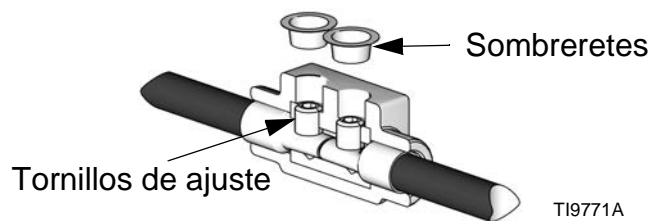

FIG. 11
NOTA: Cuando estén apretados con 6,78 N•m (60 pulg-lb), los tornillos de fijación estarán aproximadamente a ras con el conector. Vea la FIG. 11.
- f. Inserte los sombreretes sobre los tornillos de ajuste. Vea la FIG. 11.